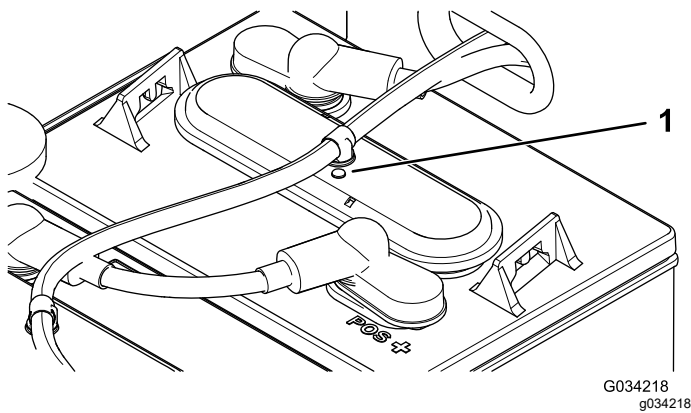

Figura 39
- Compruebe los ojales de cada batería para ver si son blancos o negros (Figura 39).